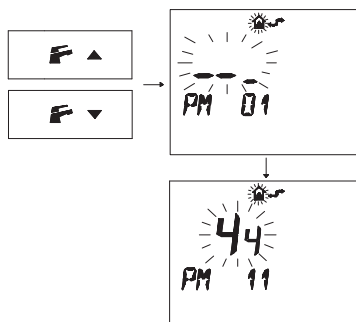

Figura 5.26
- Premere i pulsanti o per visualizzare la programmazione "**PM11**" della postcircolazione pompa (Figura 5.26).